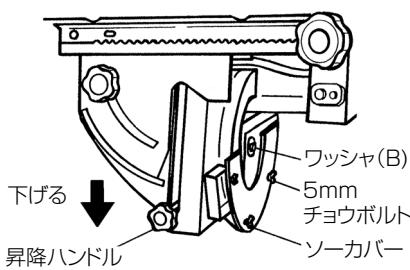

図 50
- (1) 昇降ハンドルを左にまわしてゆるめ、下にいっぱい下げてから、右にまわして固定します。次に、5 mm チョウボルト(3個)をゆるめ、ソーカバーをはずします。(図 50)